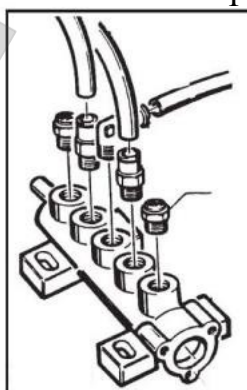

Рис.19
**Примечание:** Чтобы заменить или прочистить глушитель открытия/закрытия зажимов (G) сделайте следующие действия (рисунок 19):